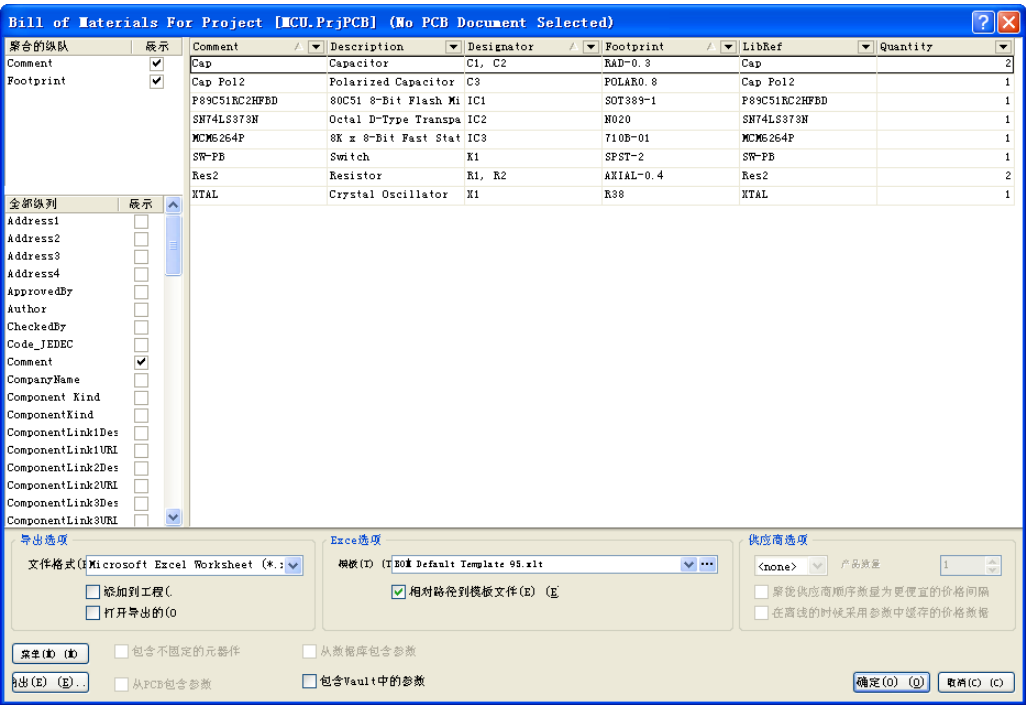

图 4-15 设置元件报表
打开项目“MCU.PrjPCB”中的原理图文件“MCU Circuit.SchDoc”，单击菜单栏中的“报告”→“Bill of Materials（元件清单）”命令，系统弹出相应的元件报表对话框，如图 4-15 所示。在该对话框中，可以对要创建的元件报表的选项进行设置。左侧有两个列表框，它们的功能如下：
- “全部纵队”列表框：用于列出系统提供的所有元件属性信息，如 Description（元件描述信息）、Component Kind（元件种类）等。对于需要查看的有用信息，勾选右侧与之对应的复选框，即可在元件报表中显示出来。在图 4-15 中使用了系统的默认设置，即只勾选了“Comment（注释）”、“Description（描述）”、“Designator